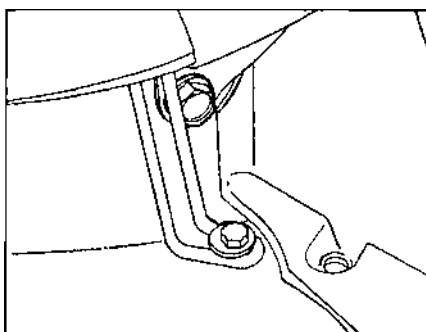

Рис. 9.9.
- Выкрутить болт и снять крепление ремня безопасности к полу кузова (рис. 9.9) - показано с элементами крепления спинки заднего сидения).